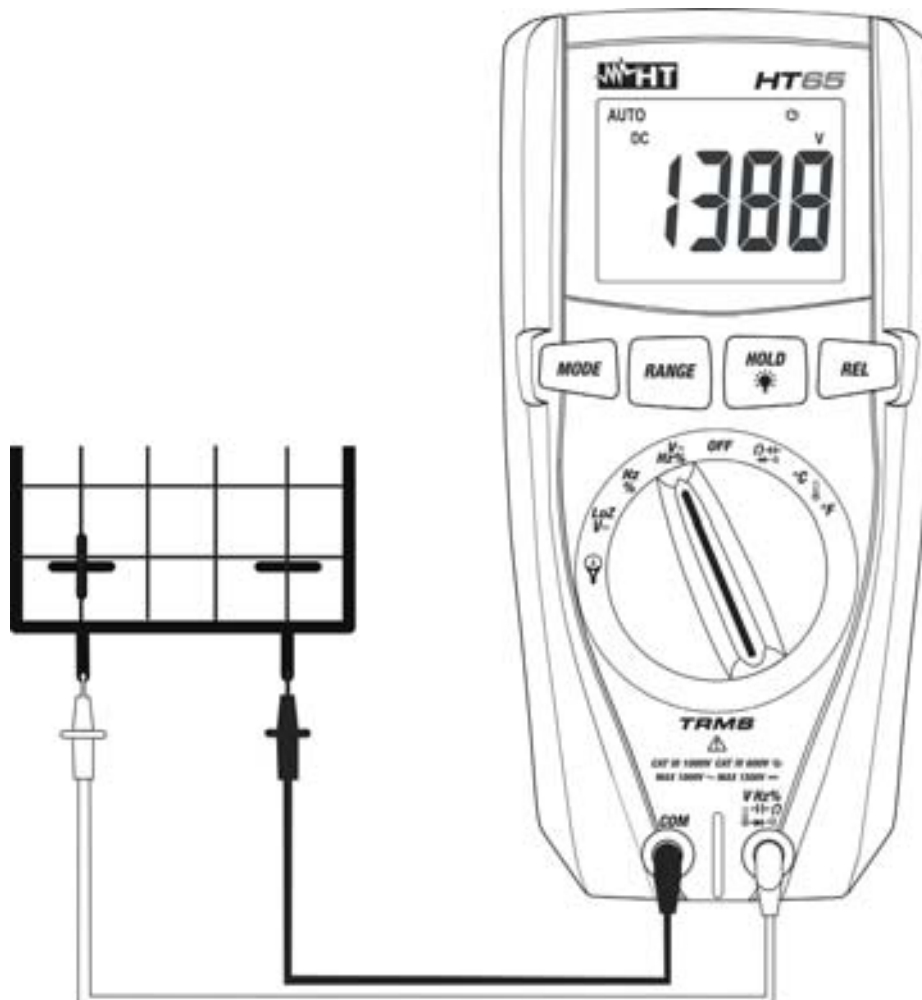

Abb. 2: Verwendung des Gerätes für Gleichspannungsmessung
4. Verbinden Sie die rote Messleitung und die schwarze Messleitung mit dem jeweils positiven und negativen Potenzial des zu messenden Kreises (siehe Abb. 2). Der Spannungswert erscheint auf dem Display.
6. Das Symbol "-" auf dem Display des Gerätes gibt an, dass die Spannung die umgekehrte Richtung mit Bezug auf den Anschluss in Abb. 2 hat.
4. Verbinden Sie die rote Messleitung mit den gewünschten Messpunkten des zu messenden Kreises (siehe Abb. 4) oder die schwarze Messleitung mit dem jeweils positiven und negativen Potenzial des zu messenden Kreises (siehe Abb. 2). Der Spannungswert erscheint auf dem Display.
6. Das Symbol "-" auf dem Display des Gerätes gibt an, dass die Spannung die umgekehrte Richtung mit Bezug auf den Anschluss in Abb. 2 hat